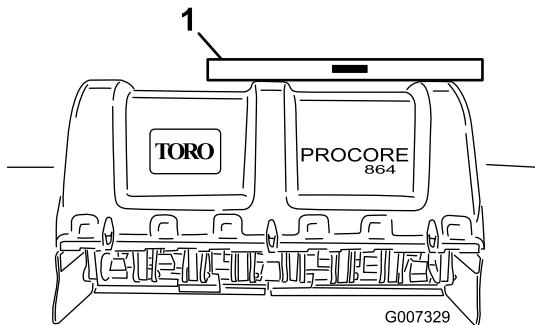

Figura 12
2. Coloque el nivel en la parte superior del bastidor del aireador para comprobar que esté nivelado lateralmente (Figura 12).